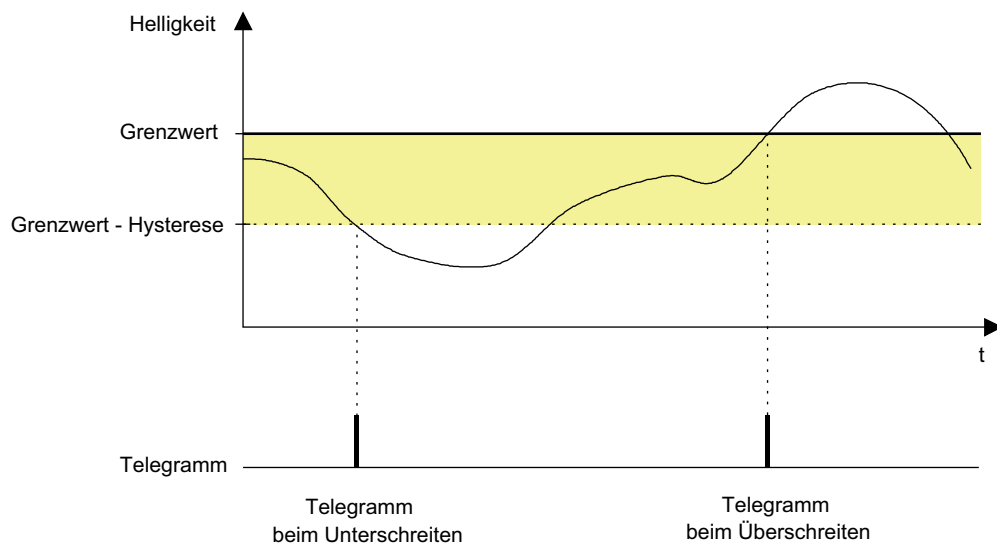

Bild 52: Beispiel 1 zur Grenzwertdefinition
1. Helligkeitsgrenzwert = Obere Schwelle (Bild 52)